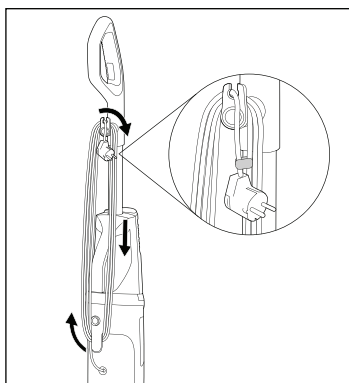

Fig. 3
- ♦ Enrole totalmente o cabo de alimentação ❶ à volta dos suportes de cabo, superior e inferior ❶/❷ (ver fig. 3).